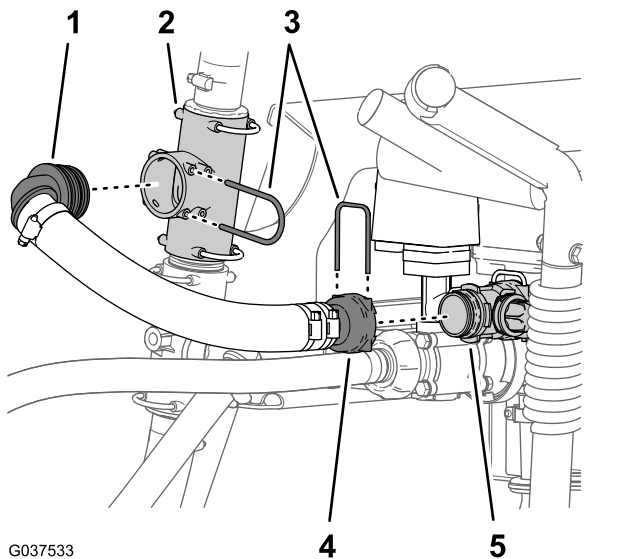

Figure 36
1. Déposez l'étrier qui fixe le raccord cannelé droit du flexible de dérivation d'agitation à la vanne de dérivation d'agitation (Figure 36)
2. Déposez l'étrier qui fixe le raccord cannelé à 90° du flexible de dérivation d'agitation au raccord en T supérieur (Figure 36)
3. Déposez le flexible de dérivation d'agitation de la machine (Figure 36).